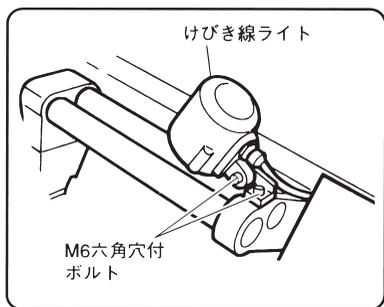

図 28
注 ● けびき線ライトに切削液・水等をかけないでください。けびき線ライトの故障の原因となります。(図 28)
- (4) けびき線ライトの位置調整が終わりましたら M6 六角穴付ボルトを十分に締付けます。(図 28)